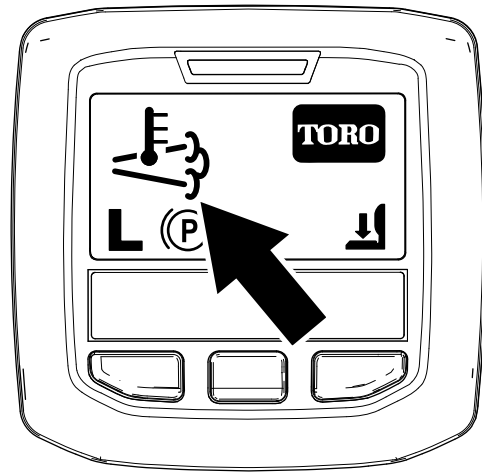

Bild 68
- () wird im InfoCenter angezeigt (Bild 68).